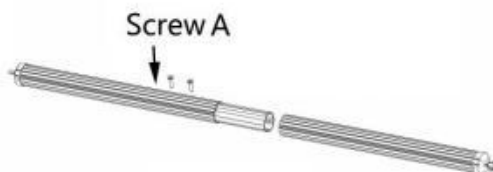

Figure C7
3.4.1 Extraiga el tubo enrollador del toldo y los tubos de conexión internos correspondientes, conéctelos como se muestra en la figura y fíjelos con los tornillos autorroscantes A para formar una sola pieza. (Figura C7)